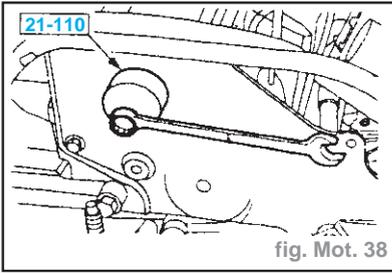

fig. Mot. 38
- poser l'outil de réglage dans l'arbre à cames (fig. Mot. 38).